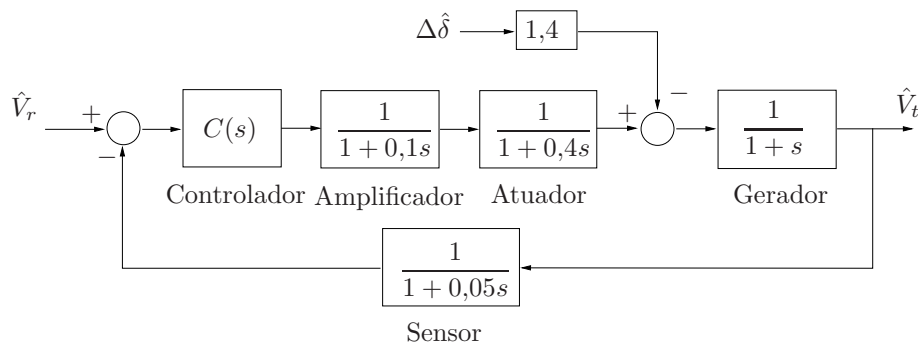

Figura 8: Regulador automático de tensão.
**Exercício 21** A Figura 8 esquematiza o modelo linearizado do controle automático da tensão de um gerador síncrono, no qual a tensão de saída do gerador denotada por  $V_t(t)$  deve estar dentro de certos limites em relação à tensão de referência  $V_r(t)$ . Considere inicialmente que  $\Delta\delta(t) = 0$ .
**Exercício 22** Com relação ao problema de regulação automática de tensão tratado no Exercício 21, percebemos pelo diagrama de blocos da Figura 8 que uma variação no ângulo de potência do gerador síncrono, denotada por  $\Delta\delta(t)$ , afeta a tensão de saída  $V_t(t)$ .